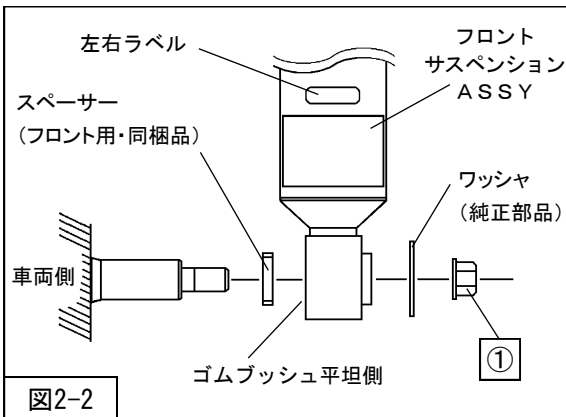
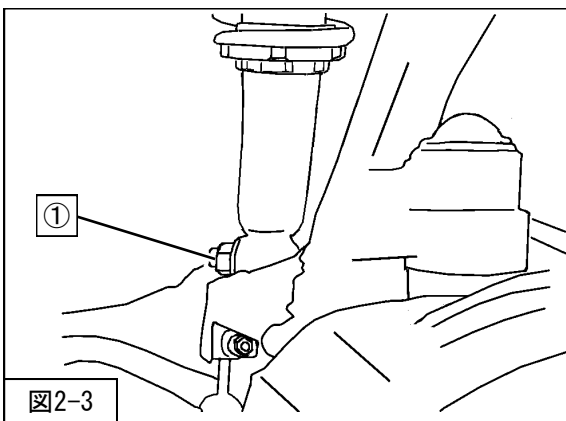

図2-2
図2-3
- 2. フロントサスペンションASSYロア取付け部の車両側のシャフトにスペーサー (フロント用・同梱品) を取付けてください。(図2-2)
- 3. ワッシャ (純正部品) を挟み、①フロントサスペンションASSYロア取付ナット
(締付けトルク : 108~127N・m) を取付けてください。(図2-2・図2-3)